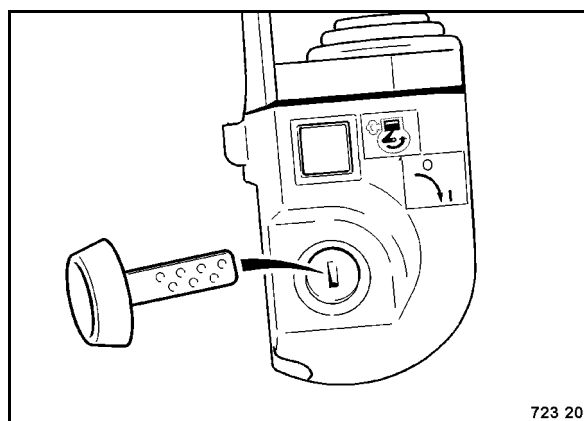

Рис. 66
- Вынуть ключ зажигания (Рис. 66) и положить на хранение в надежное место.